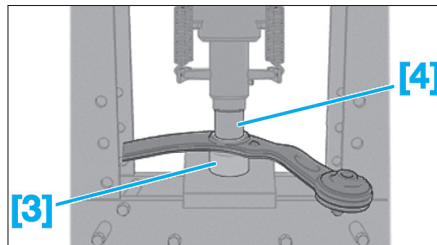

Fig. 26
- l'articulation élastique avant de triangle à l'aide des outils [3] et [4] (Fig.26),